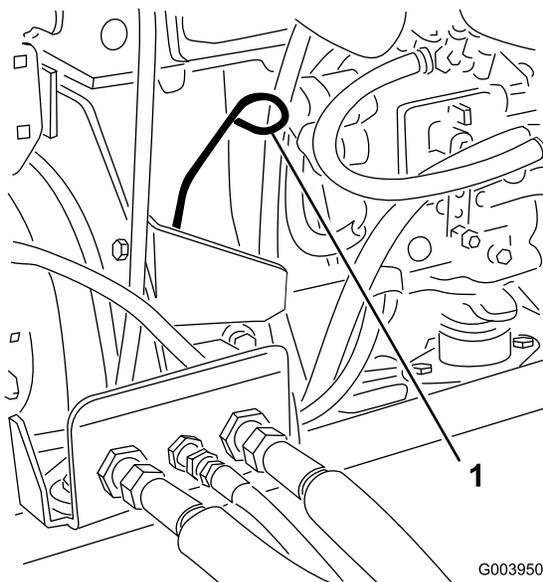

Рисунок 27
3. Извлеките масломерный щуп, тщательно протрите и снова вставьте его (Рисунок 27).